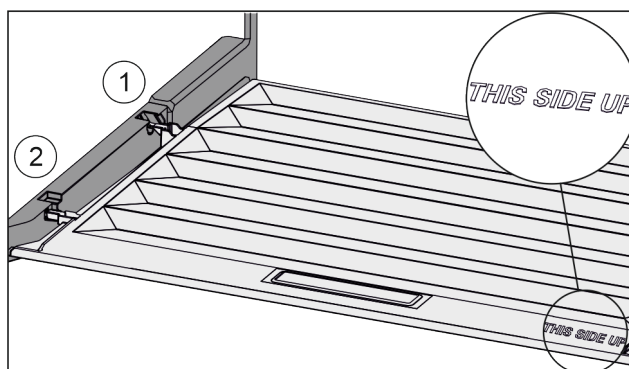

Fig. 158
- ▶ Výstupky víka zaveďte do zadních držáků Fig. 158 (1) a vpředu zaklesněte do držáku Fig. 158 (2).